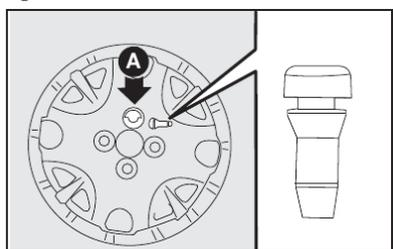

fig. 7
8) colocar a calota cuidando para que o símbolo , na parte interna, fique em correspondência com a válvula, e dessa maneira o furo maior da calota A-fig. 7 passe pelo parafuso já fixado.